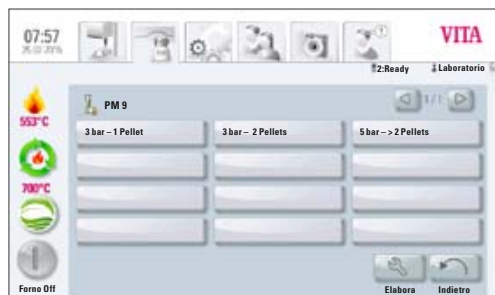

Fig. 1 Programmi di pressatura
- Nel pulsante Utente (Fig.1) azionare il tasto **Elabora**
- Nel pulsante Utente (Fig. 1) azionare il tasto **Elabora**
Azionare il tasto **Materiale di pressatura**, il display visualizza i programmi di pressatura disponibili (Fig. 1).